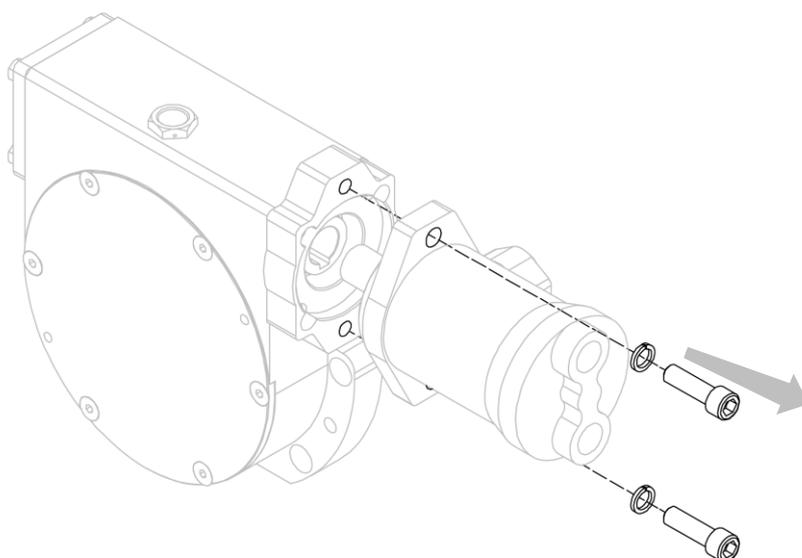

Figure 43
4. Séparer le moteur du réducteur après avoir retiré les vis correspondantes qui le retiennent (voir *Figure 43*).